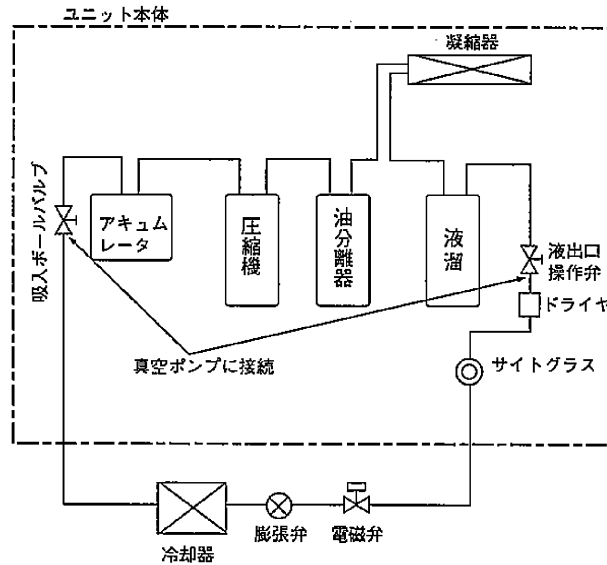

図6-1 真空引きのサービスポート
- 真空引きはユニットの各操作弁のサービスポートより行ってください。(図6-1を参照してください)